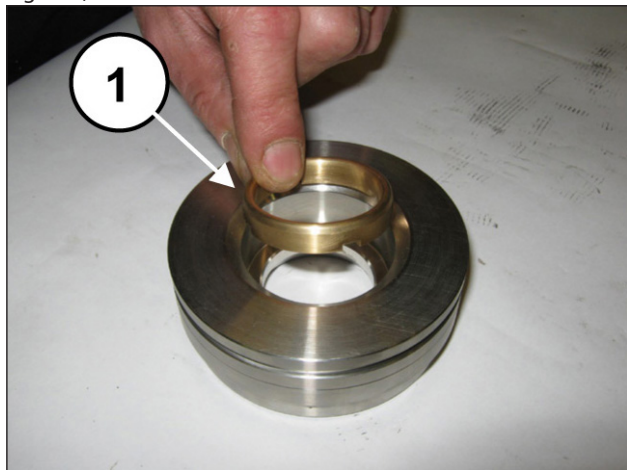
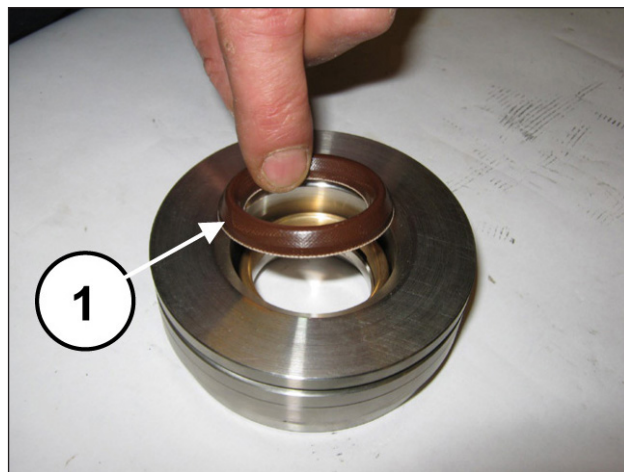
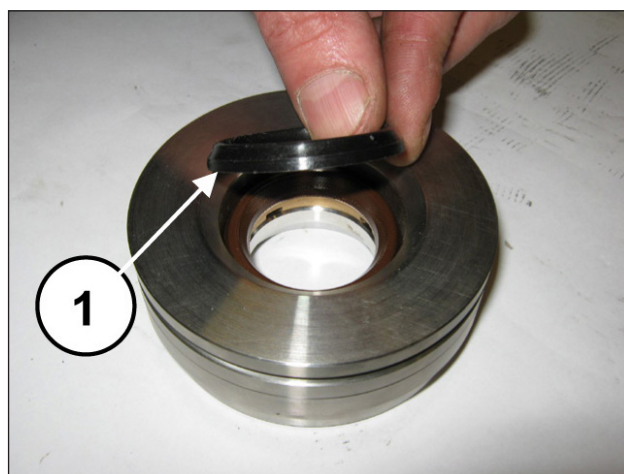

Fig. 176
Fig. 177
Fig. 178
Montare l'anello di testa (pos. ①, Fig. 176), la guarnizione di alta pressione (pos. ①, Fig. 177) e l'anello restop (pos. ①, Fig. 178).